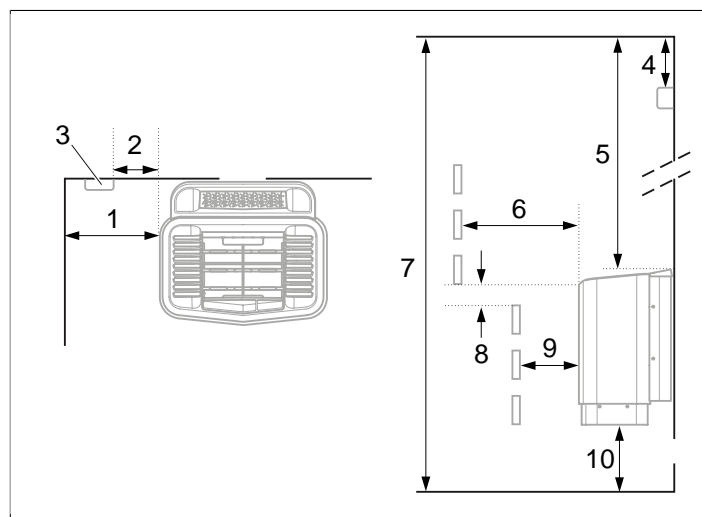
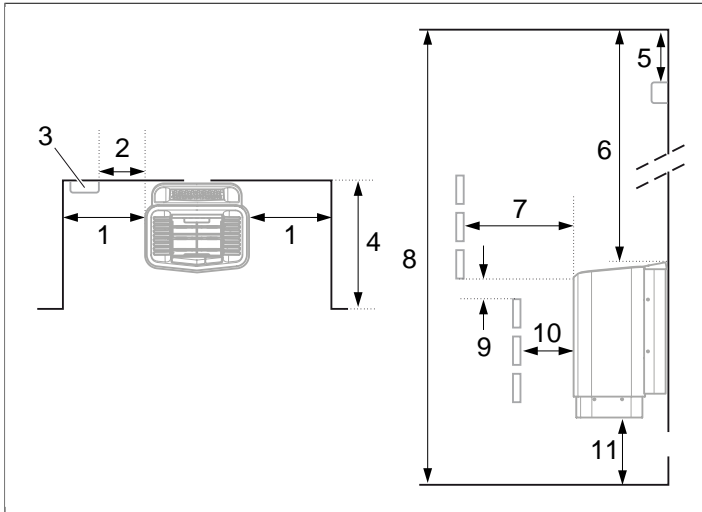

Abb. 3: Position des Saunaofens – Normalmontage
Abb. 5: Position des Saunaofens – Nischenmontage
- Planen Sie die Position des Sensors, siehe **Abb. 3**, Seite 2 sowie **Abb. 5**, Seite 3.
- An derselben Wand wie die Tür (nur ausnahmsweise an der Seitenwand, dann aber möglichst nahe an der Türwand); der Saunaofen kann auch in einer Nische angebracht werden, siehe **Abb. 5**, Seite 3.
- Mit sicherem Abstand zu Boden, Seitenwänden und Einrichtung, siehe **Abb. 3**, Seite 2
Platzieren Sie den Sensor gemäß der Abbildung, siehe **Abb. 3**, Seite 2.
1. Platzieren Sie den Saunaofen in sicherem Abstand zu Boden, Seitenwand und Einrichtung, siehe **Abb. 5**, Seite 3.
2. Platzieren Sie den Sensor gemäß der Abbildung, siehe **Abb. 5**, Seite 3.